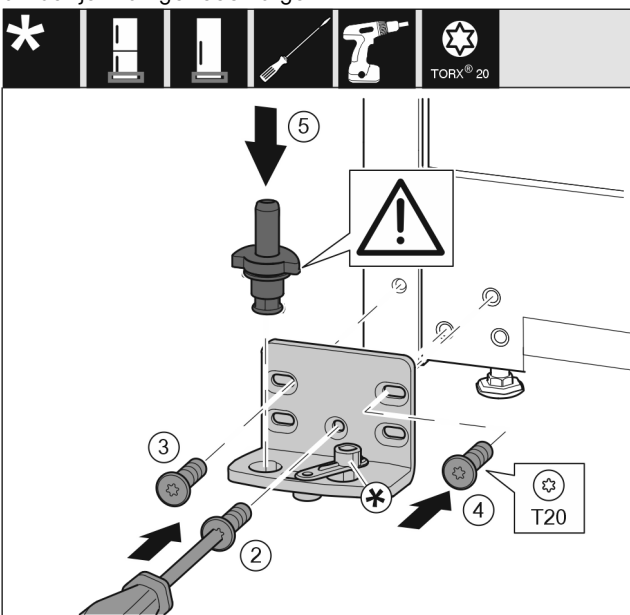

Fig. 16
- ▶ Pange laagripukk teisel küljel kohale ja kruvige kruvikeerajaga abil külge. Alustage kruviga Fig. 16 (2) alt keskelt.
- ▶ Keerake kruvi Fig. 16 (3) ja kruvi Fig. 16 (4) kinni.
- ▶ Pange laagripolt Fig. 16 (5) täielikult sisse. Pöörake seejuures tähelepanu sellele, et fiksaatornukk osutab tahapoole.